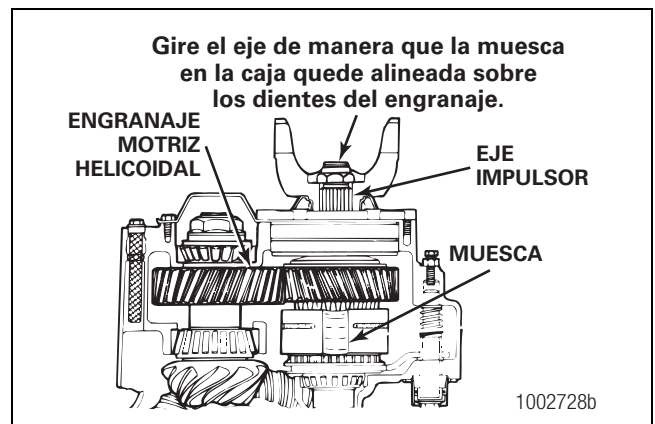
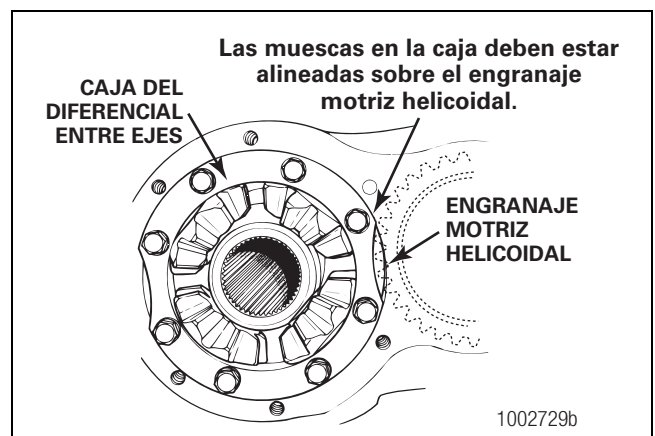

Figura 3.23
Figura 3.24
- **Si el conjunto del eje impulsor no se puede retirar con facilidad:** Debe girarse la caja del diferencial entre ejes. Gire el eje impulsor hasta que una de las muescas en la caja quede alineada sobre el engranaje motriz helicoidal. Retire del portadiferencial el conjunto del eje impulsor. Figura 3.23 y Figura 3.24.